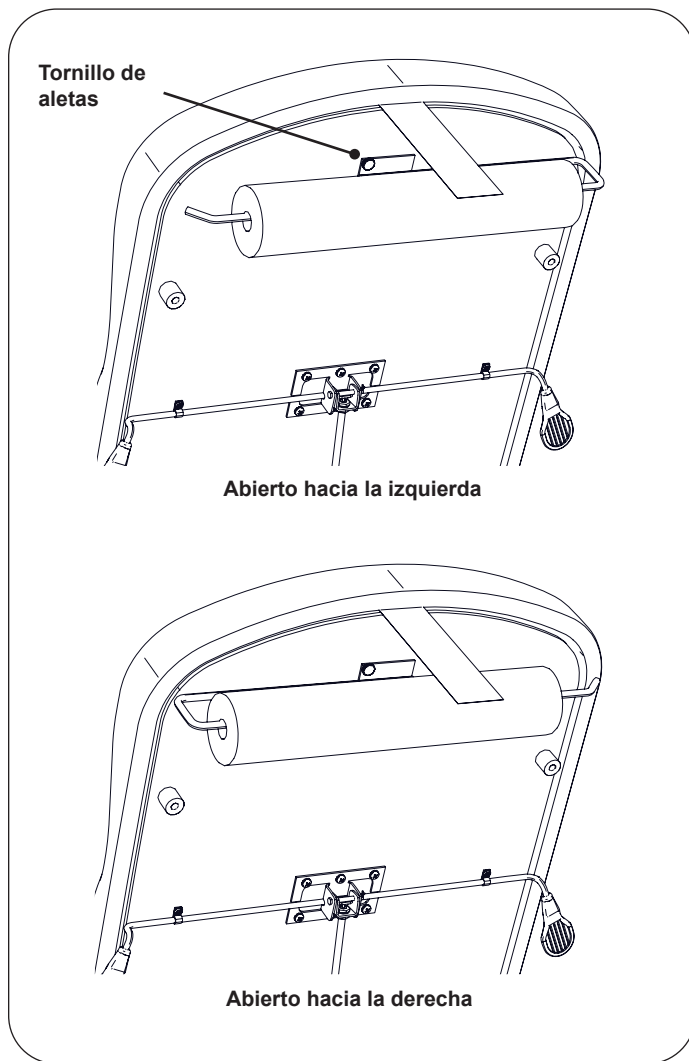

Figura 7. Instalación del portarrollos de papel
- Determine la orientación que se desea para el portarrollos de papel. (Consulte las dos opciones en la Figura 7).